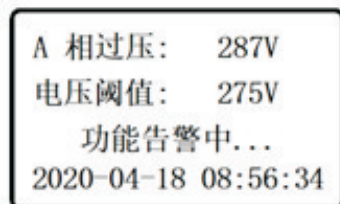

图7
- 断路器告警：断路器总告警开启，并且过压、欠压、缺相、过载、短路延时等功能设置为告警情况下，若出现相应的故障时，断路器显示告警提示，如图7，8，9所示为过压，欠压，缺相告警，此时，若声光告警功能打开，则液晶显示屏背光亮起。